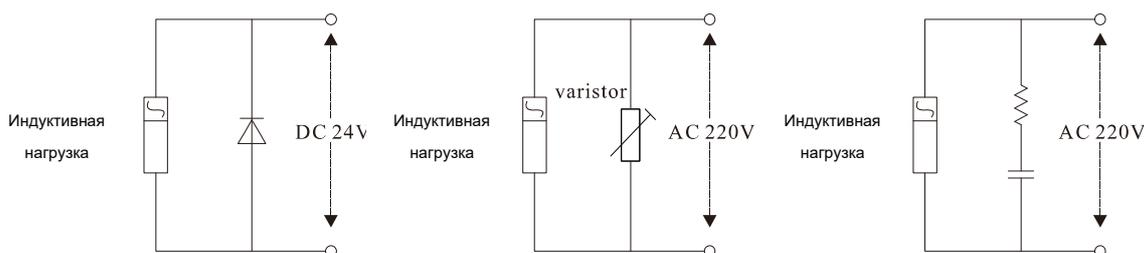

Рис. 3-10 Пример применения индуктивного ограничителя перенапряжения
- Когда инвертор подключен к оборудованию индуктивной нагрузки (например, электромагнитному контактору, реле и электромагнитному клапану), ограничитель перенапряжения должен быть установлен на нагрузочной катушке, как показано на Рис.3-10